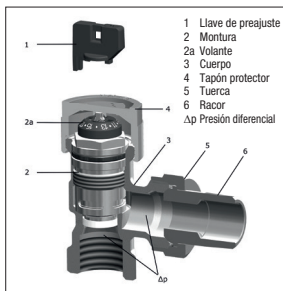
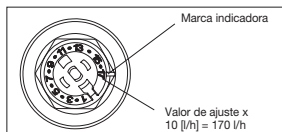

Fig. 2 Construcción de válvula termostática "AQ"
Fig. 3 Ajuste de la válvula termostática "AQ"
El caudal máx. puede ajustarse con la llave de preajuste (fig. 2, pos. 1) (ver 6.2.2)
Con un medidor de caudal conectado, se mide la presión diferencial en el cuerpo de la válvula. Para hacerlo, la montura (pos. 2, fig. 2) se desenrosca utilizando el "Demo-Bloc" y se mide la presión diferencial utilizando el eje de medición de presión diferencial. En cuanto la presión diferencial medida alcanza o supera la presión diferencial $\Delta p_{\min}$ (ver 4.1), la presión diferencial es suficientemente alta para el control automático de caudal de la válvula. Rosque la montura de nuevo en el cuerpo de la válvula y compruebe si hay fugas.
Ajuste el valor requerido con la llave de preajuste (pos. 4, fig. 2). El ajuste sólo puede realizarse con la llave de preajuste que encaja en el volante (pos. 2ª, fig. 2). Esto previene manipulaciones no autorizadas. El caudal requerido debe estar en línea con la marca indicadora (ver fig. 3). El ajuste se puede fijar en toda la escala y puede modificarse mientras el sistema está en funcionamiento, sin fuga de agua.